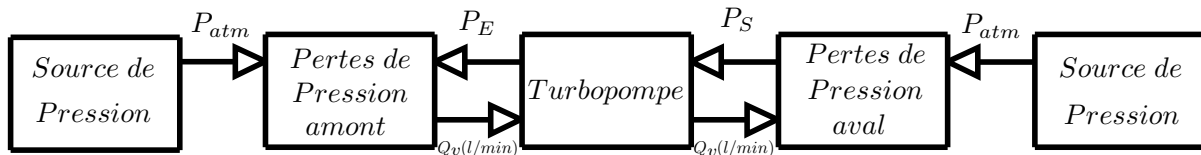

FIGURE 2 – Schéma blocs du circuit de l'ensemble pompe et conduite
4. Réalisez le circuit hydraulique représentant la pompe et ainsi que les pertes de charge dans les conduites. Dans ce circuit, de l'eau est pompée d'un réservoir à pression atmosphérique, représenté sous AMESim par une source de pression constante, vers un autre réservoir à pression atmosphérique, aussi représenté par une source de pression constante. Vous réaliserez un circuit respectant l'architecture des signaux représentée sur le schéma bloc figure 2 :